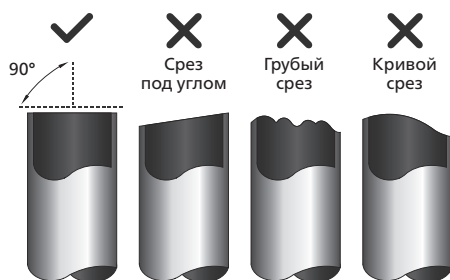

Рис. 7.2
1. Труба должна быть отрезана строго под углом 90°. Примеры неправильно обрезки показаны на рис. 7.2.